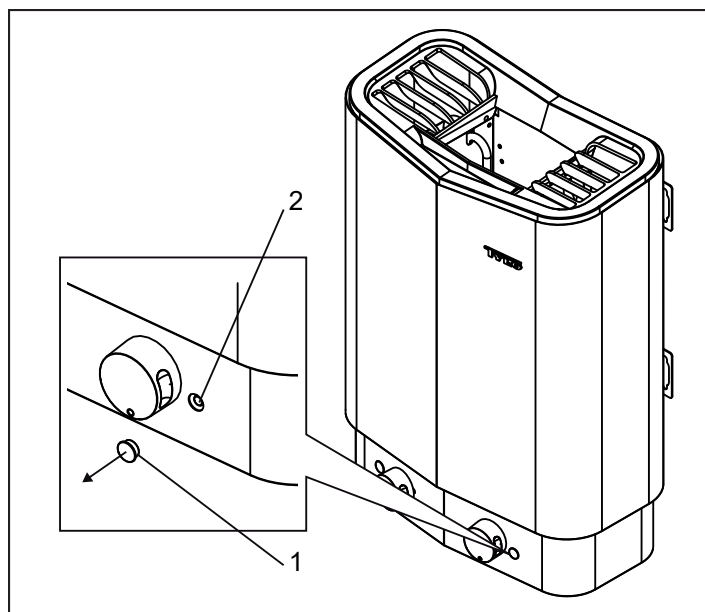

Рис. 5: Сброс температурного выключателя
| Нагреватель не работает.                                                                                                                       | Сработал внутренний температурный выключатель.Дополнительные сведения см. в разделе «Температурный выключатель».      | Найдите и устраните причину срабатывания температурного выключателя.Сброс температурного выключателя. Под заглушкой на передней части нагревателя расположена красная кнопка, которая может находиться в нажатом положении (см. рис. 5). |
Температурный выключатель в нагревателе предназначен для защиты компонентов, трубчатых элементов и деревянных конструкций в сауне от перегрева. В случае срабатывания температурного выключателя его необходимо сбросить, чтобы снова включить нагреватель. Перед сбросом выключателя необходимо установить причину перегрева. Для сброса температурного выключателя снимите заглушку (1) (см. рис. 5) и отожмите его (2) до щелчка.